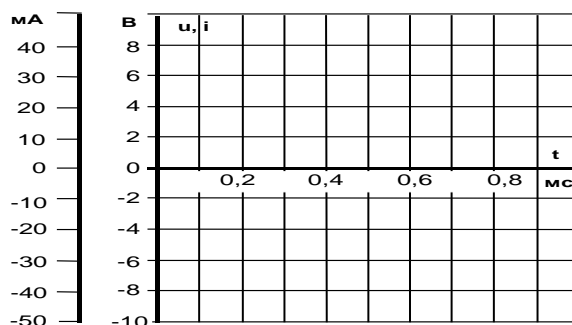

Рисунок 6.3. Период и фазовый сдвиг между напряжением на конденсаторе $u_C(t)$ и током $i_C(t)$
- Перенесите кривые на график (рис. 6.3) и определите период и фазовый сдвиг между напряжением на конденсаторе $u_C(t)$ и током $i_C(t)$.